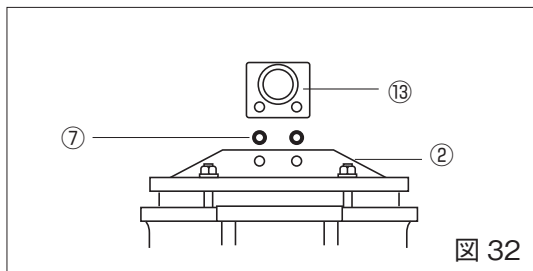

図 32
3. プレートセットの取り外し: セットボルト⑦を外してください。これにより弁体②とプレートセット⑬が分離できます。(図 32)